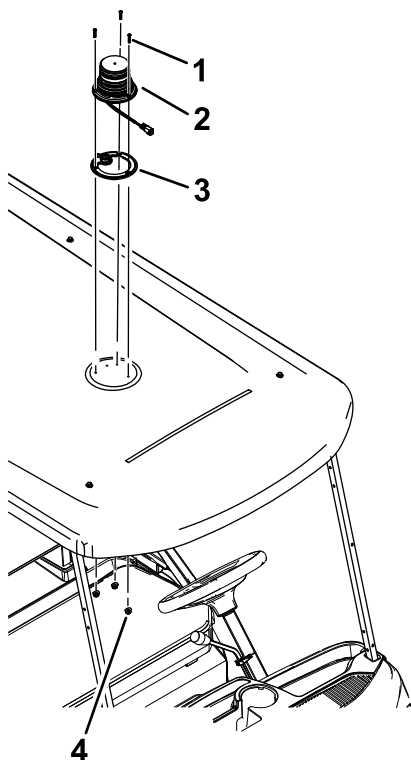

Figure 2
3. Placez le joint au sommet de l'abri (Figure 2).
4. Faites passer le connecteur du faisceau par le trou de 22 mm et fixez le gyrophare sur l'abri avec 3 vis (n° 10 x 1 po) et 3 contre-écrous (n° 10) ; voir Figure 2.